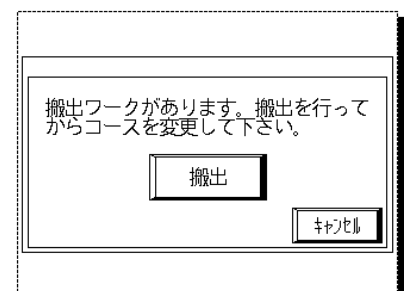

図7-9
7.3.3 運転中のコースの変更(図7-9)
- ・ 運転画面の**コース**を押すとコース選択画面に切り替わりコース変更ができます。但し、積上げ枚数があるときは搬出画面(図7-9)に切り替わります。**搬出**を押してタオルを搬出してください。